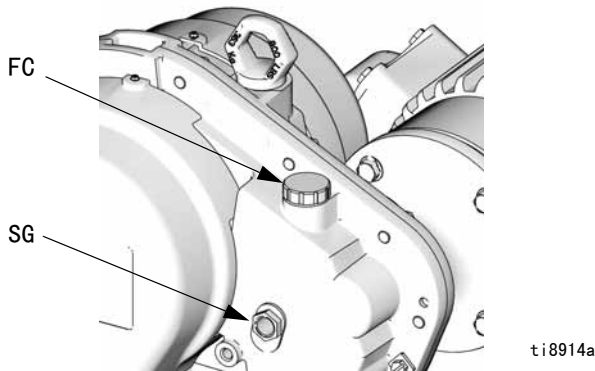

图 8. 加油
每天，在发动机运行时，通过齿轮减速器上的观察孔 (SG) 检查油位。油位 (发动机运行时) 应介于观察孔 (SG) 顶部和底部之间。打开加油盖 (FC)，按照需要给齿轮减速器储油罐加注 Graco 288414 机油 (包括十二个 1 夸脱瓶)。不要过量加注。请参见图 8。